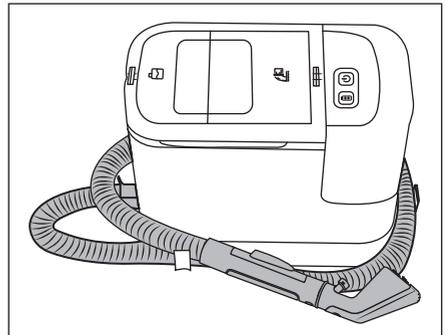

Afb. 9
- ◆ Druk op de vergrendelknop **24** van de afdekking van het reinigungsopzetstuk **23** van de kussenzuigmond **22** en neem de afdekking van het reinigungsopzetstuk **23** af (zie afb. 9).
- ◆ Plaats de afdekking van het reinigungsopzetstuk 23 op de kussenzuigmond 22 en schuif hem omlaag, tot de vergrendelknop 24 in de kussenzuigmond 22 vastklikt (zie afb. 9).